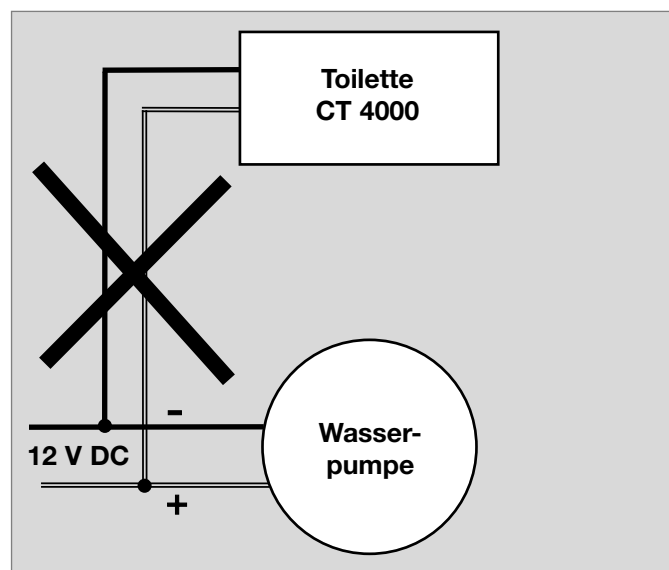

Abb. 31
- Die Toilette darf nicht direkt parallel zu anderen Verbrauchern angeschlossen werden, da sonst Funktionsstörungen oder Beschädigungen an der Toilettensteuerung auftreten können (Abb. 31).